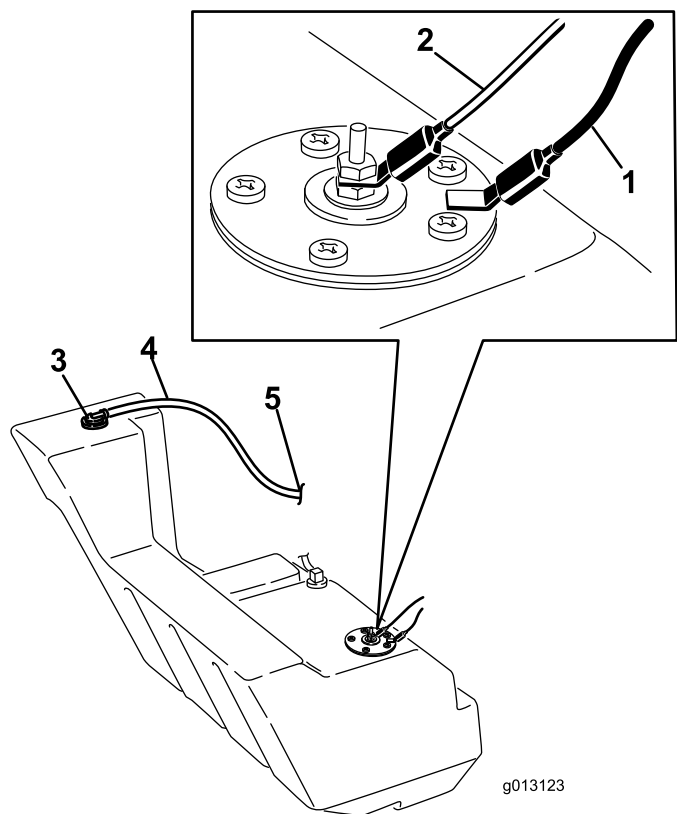

Рисунок 66
12. Отсоедините два провода, идущих к правой стороне бака (Рисунок 66).
21. На правой стороне бака подсоедините оранжевый провод к центральному штырю, а черный провод к наружному штырю (Рисунок 66).